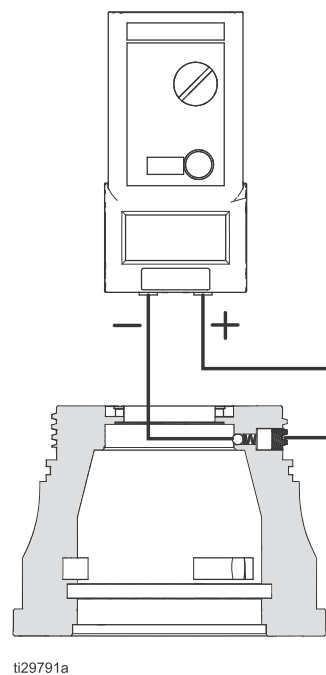

Рис. 23 Сопротивление переднего корпуса
3. Если сопротивление менее 0,1 МОм, выполните повторную сборку и проверку всего аппликатора. Убедитесь, что подпружиненные контакты чистые и соприкасаются с сопрягаемой поверхностью. См. раздел Рис. 23.